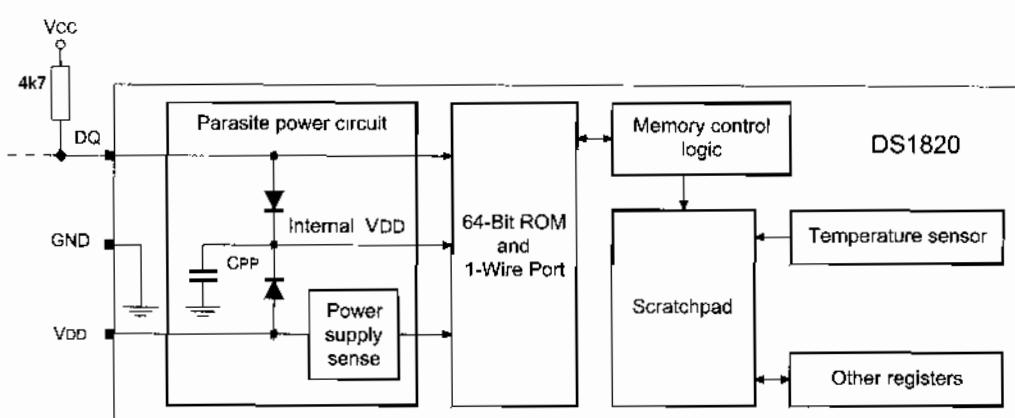

Figura 28-2 Diagrama de bloques del DS1820
La figura 28-2 muestra el diagrama en bloque del DS1820 en el que se distinguen los siguientes componentes:
- *I-Wire Port (DQ)*. El DS1820 utiliza para comunicarse el bus de 1 línea patentado por *Dallas Semiconductors*, que permite la comunicación entre diferentes dispositivos utilizando una única línea. Esta línea necesita para su correcto funcionamiento una resistencia de Pull-Up de unos 4k7 como se aprecia en la figura 28-2.